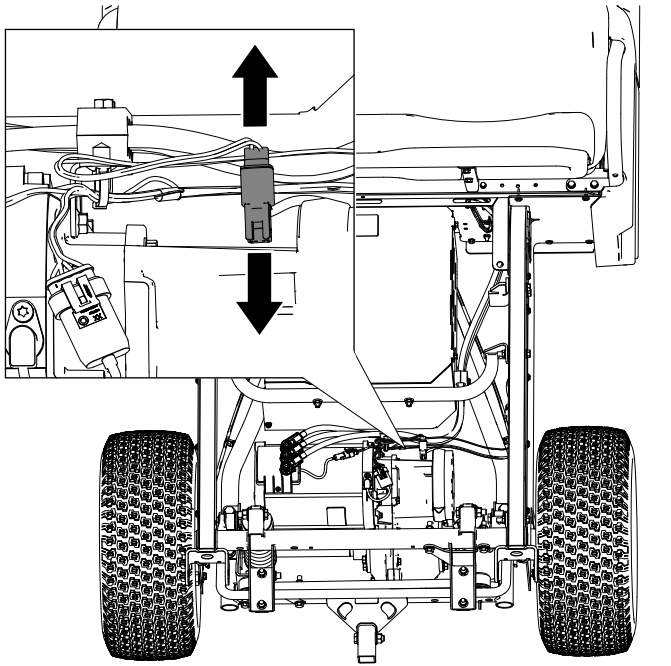

Bild 24
- Suchen Sie den Bremsstecker und trennen Sie ihn vom Hauptkabelbaum hinter dem Akkufach (**Bild 24**).